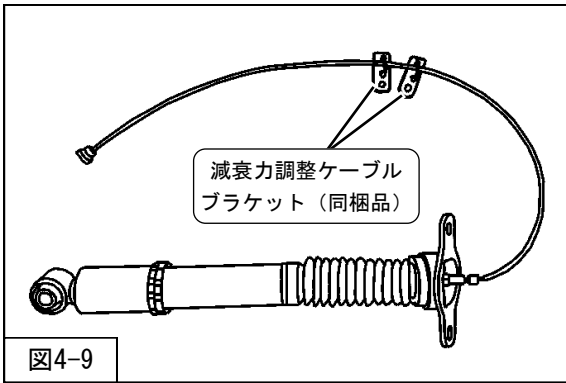

図4-9
14. リアショックアブソーバASSYに減衰力調整ケーブルブラケット (同梱品) を仮付けしてください。(図4-9)